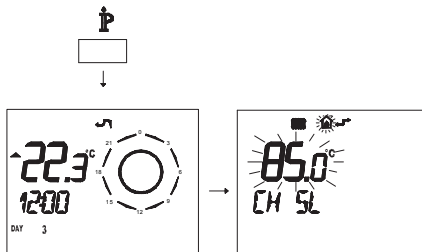

Fig. 5.89
- Premere per più di 3 secondi il pulsante  per entrare in modalità **INFO** (Fig. 5.89).